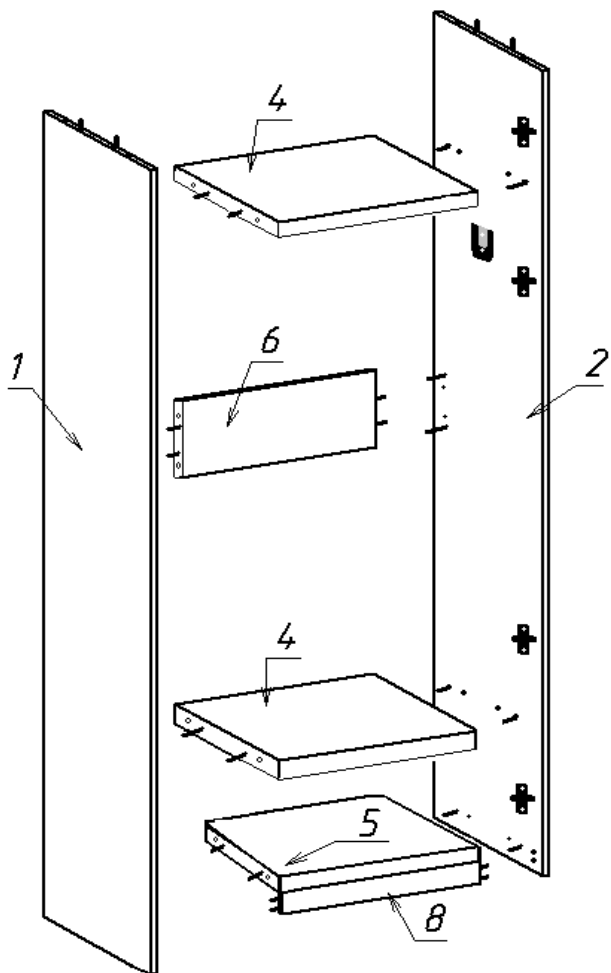

Рисунок 3
1. Установить дюбеля быстрого монтажа на детали (поз. 1, 2). См. рисунок 3. Установка эксцентрика и дюбеля быстрого монтажа показана на рисунке 2. Вбить шканты в детали (поз. 1, 2, 4, 5, 8). См. рисунок 3. **Внимание! При сборке изделия шканты следует забивать в торцы деталей (в пласть забивать не допускается)! См. рисунок 1.**
2. Шурупами 3,5x16 закрепить ответные планки петель на деталь (поз. 1). Шурупами 3,5x16 закрепить штангодержатели на детали (поз. 1, 2). Используя эксцентрики на 16 мм. и дюбеля быстрого монтажа стянуть между собой детали (поз. 1, 2, 4, 5, 6, 8). См. рисунок 3.